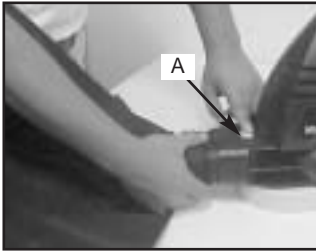

FIG. 2C
2. Press down the yellow button (A) on the unit and remove vacuum bag. (Fig. 2C)
2. Pousser le bouton j aune (A) sur l'unité et retirer le sac d'aspiration. (Fig. 2C)
2. Presione hacia abajo o el boton amarillo (A) en la unidad y remueva la bolsa de aspiradora. (Fig.2C)